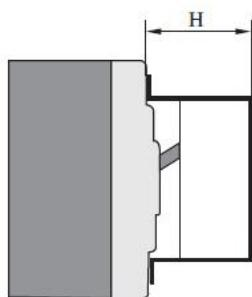

图 18 电动操作机构安装尺寸
5.6 电动操作机构的参数见表 8，安装尺寸见图 18 和表 9。